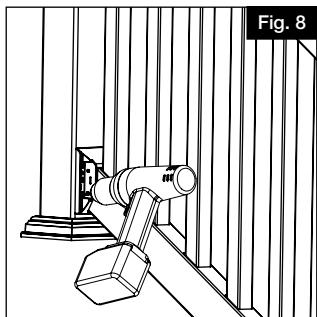

Fig. 8
- c. S'assurer que le support est centré sur le poteau. Ensuite, au moyen d'un foret de  $\frac{1}{8}$  po (3,2 mm), percer un avant-trou pour la première vis du support inférieur à travers le trou dans support et le poteau (utiliser les quatre trous des coins extérieurs) (Fig. 8).